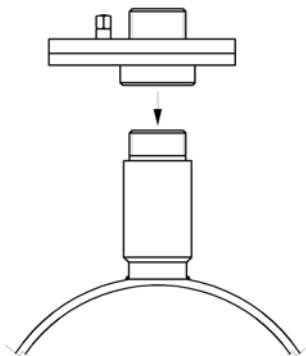

Figura 14
- Montar la válvula de tajadera de 1". Ver *Figura 14*.